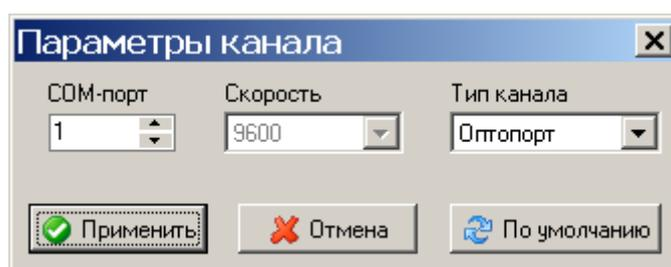

Рисунок 3.2
3.3.1.4 Добавление канала осуществляется в окне *Параметры канала* (рисунок 3.2), которое открывается при выборе в главном окне в меню *Каналы* пункта *Добавить канал* или нажатии кнопки .
3.3.1.5 Для каналов *RS485*, *Оптопорт*, *CAN* в окне *Параметры канала* (рисунок 3.2) необходимо задать номер COM-порта, скорость обмена по каналу и тип канала.